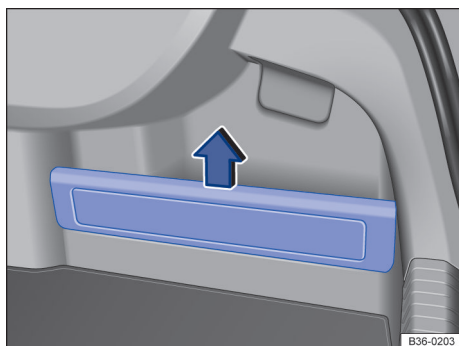
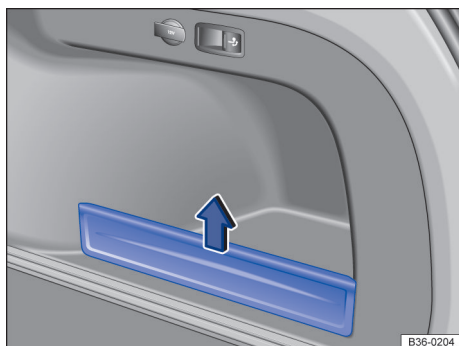

Fig. 189 No compartimento de bagagem: porta-objetos lateral com painel lateral (Passat).
Fig. 190 No compartimento de bagagem: porta-objetos lateral com painel lateral (Passat Variant).
- Para *remover*, retirar o painel lateral no sentido da seta → Fig. 189 ou → Fig. 190, puxando-o para cima.